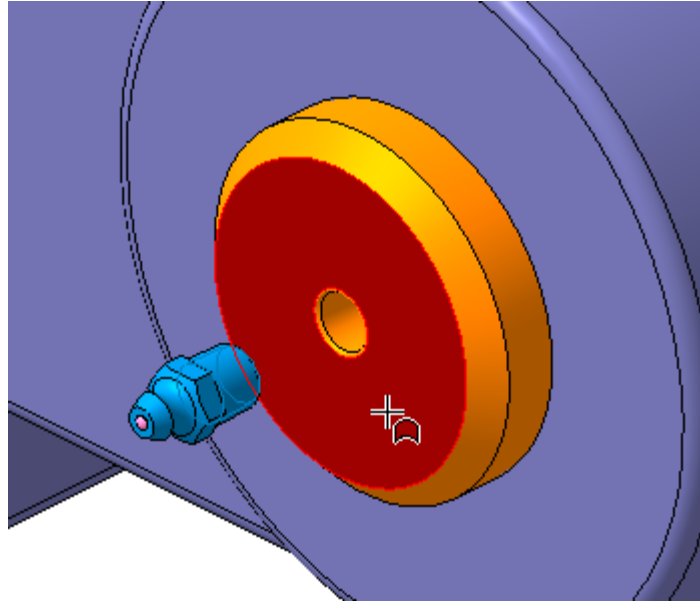

Рисунок 25.
- Укажите плоскую грань детали Ось (рис.25).